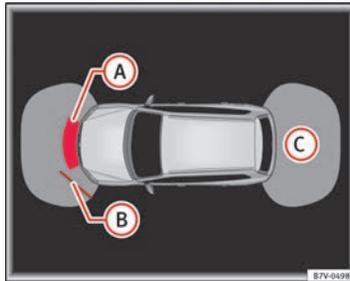
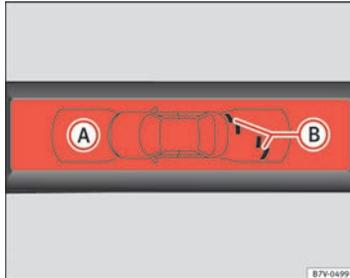

Abb. 143 Bildschirmanzeige des OPS: (A) Hindernis im Kollisionsbereich erkannt. (B) Hindernis im Segment erkannt. (C) Abgetasteter Bereich hinter dem Fahrzeug.
Abb. 144 Bildschirmanzeige des OPS: (A) Hindernis im Segment erkannt. (B) Abgetasteter Bereich vor dem Fahrzeug.
Der Bereich, in dem Hindernisse erkannt werden, erstreckt sich vor dem Fahrzeug bis zu einem Abstand von etwa 120 cm und etwa 60 cm zur Seite ⇒ Abb. 144 (B). Der Bereich hinter dem Fahrzeug wird bis zu einem Abstand von etwa 160 cm und etwa 60 cm zur Seite abgetastet ⇒ Abb. 143 (C).
Die angezeigte Grafik stellt die überwachten Bereiche in mehreren Segmenten dar. Je mehr sich das Fahrzeug einem Hindernis annähert, umso dichter rückt das Segment an das dargestellte Fahrzeug (B) und ⇒ Abb. 144 (A). Spätestens wenn das vorletzte Segment angezeigt wird, ist der Kollisionsbereich erreicht. **Nicht weiterfahren!** ▶